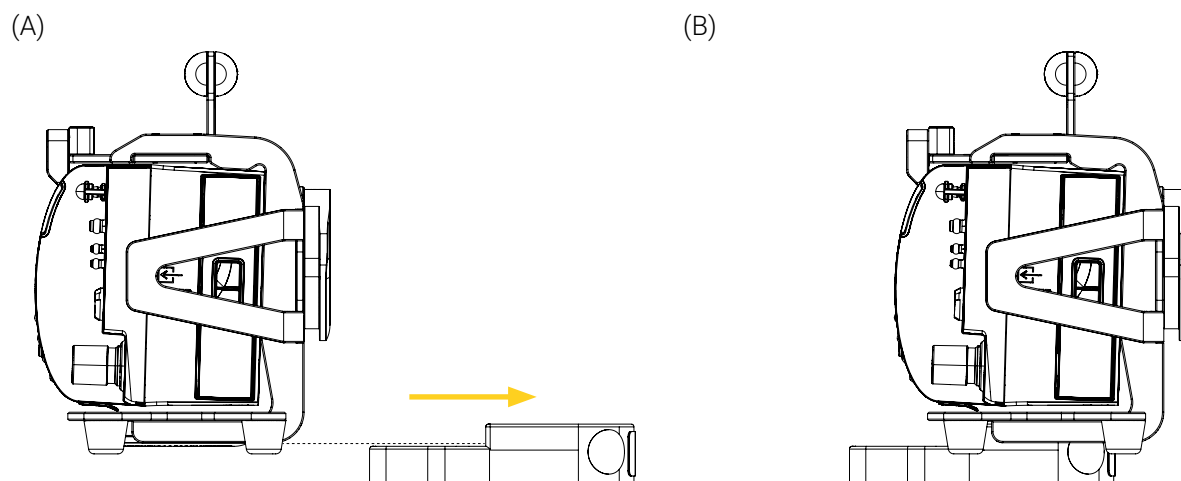
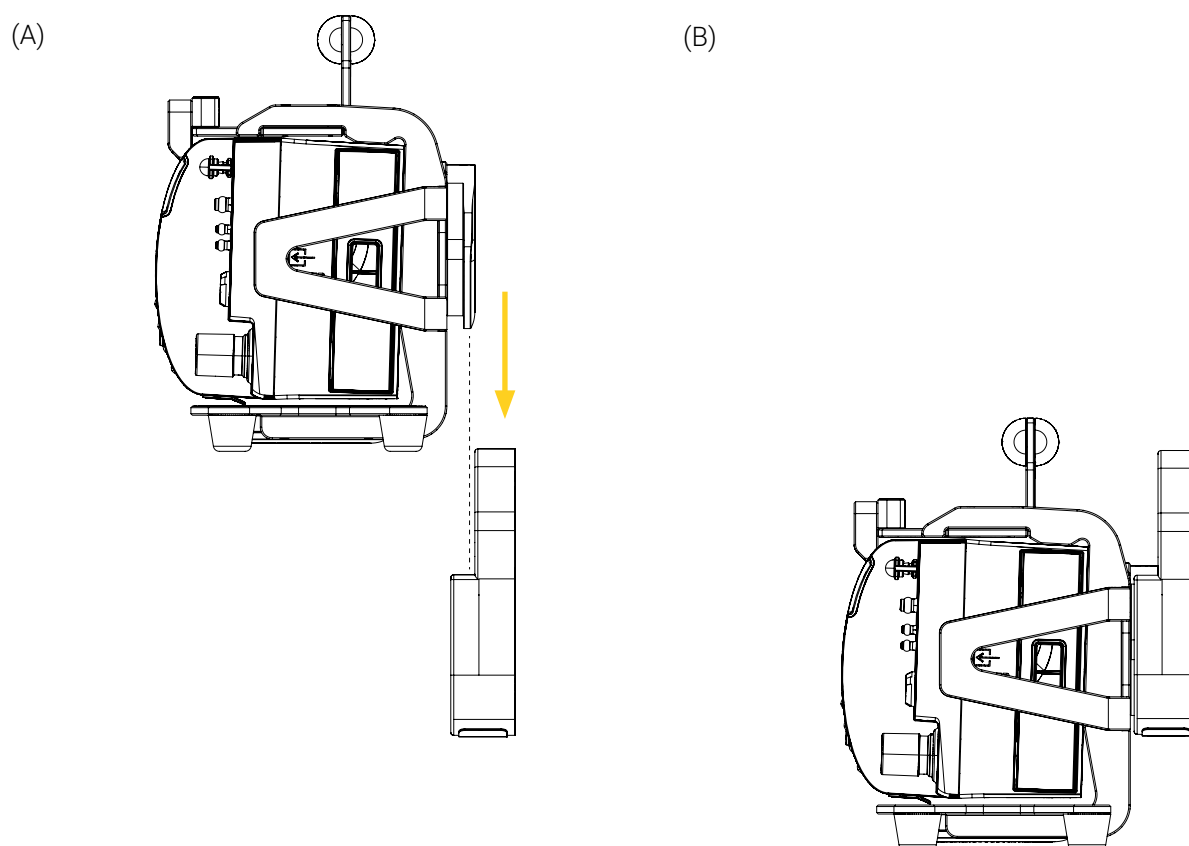

Figure 12: Installation de l'appareil médical dans le système de fixation horizontalement
Figure 13: Installation de l'appareil médical dans le système de fixation verticalement
1. Aligner et insérer le micro disque situé sous le support de fixation de l'appareil médical dans le système de fixation horizontalement (Figure 12), ou le micro disque antirotation situé à l'arrière du support verticalement (Figure 13) jusqu'à ce qu'il se verrouille.